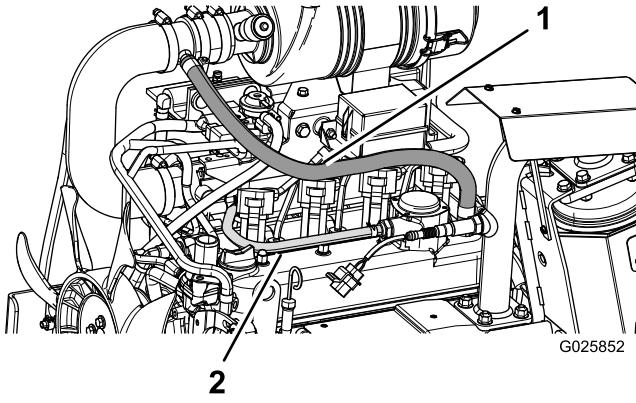

Figure 11
- 10. Localisez le flexible de dépression RGC du moteur (Figure 11). Marquez le point milieu et coupez le flexible en deux. Branchez les 2 extrémités coupées du flexible à l'aide du raccord en T (1/4 po).
- 12. Localisez le flexible de recyclage des gaz du carter qui relie le couvre-culasse au raccord en T d'entrée du filtre à air (Figure 11). Marquez le point milieu et coupez le flexible en deux. Branchez les flexibles au moyen du raccord en T (1/2 à 5/16 po).